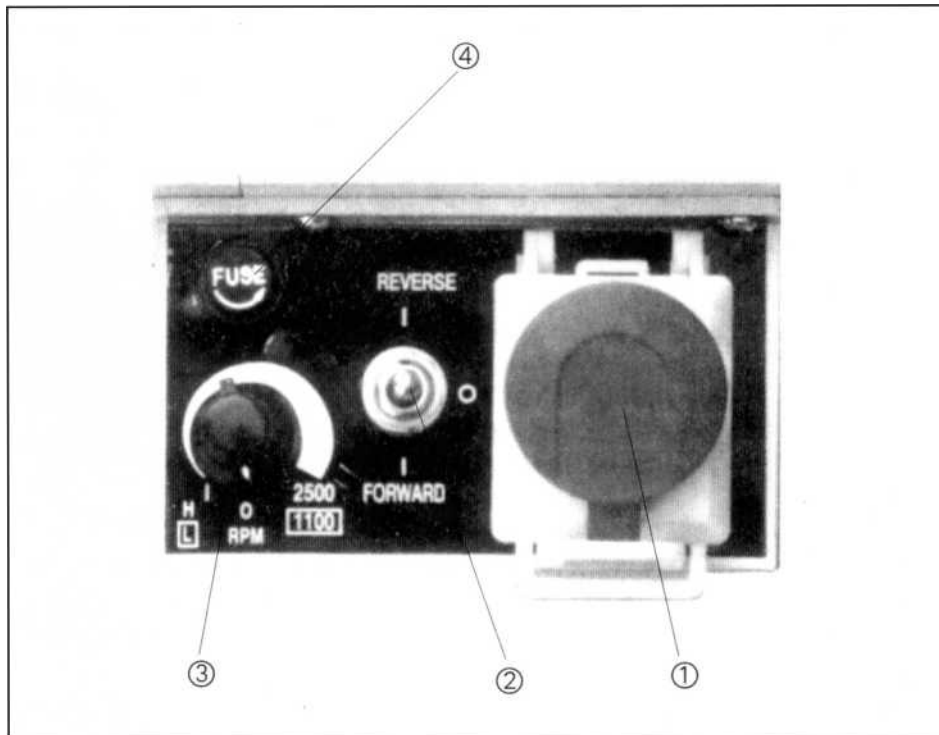

Fig. 4. Panou de comandă:
5. Mai întâi opriți comutatorul ①. Ajutați comutatorul ③ prin rotirea la poziția "0" și rotiți comutatorul ② în poziția STOP. Dacă este necesară pornirea strungului, rotiți comutatorul ① în conformitate cu direcția marcată pe comutator în poziția normală și rotiți comutatorul ② către poziția FORWARD (înainte) sau REVERSE (înapoi).
6. Arborele se va roti imediat la rotirea comutatorului ③. Viteza poate fi reglată prin rotirea comutatorului d). Dacă este necesară oprirea strungului, rotiți comutatorul ③ în poziția "0". Dacă este necesară schimbarea direcției de rotație a arborelui strungului, comutatorul ③ va fi rotit mai întâi în poziția "0". Dacă este necesară oprirea de urgență a strungului, apăsați imediat comutatorul de urgență ①. Dacă este necesară repornirea strungului, urmați din nou pașii menționați mai sus (consultați Fig. 4).